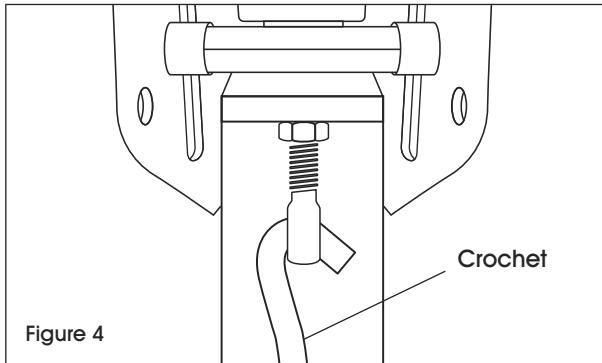

Figure 4
1. Placez le crochet de la tige dans la vis de traction. (Voir Figure 4)